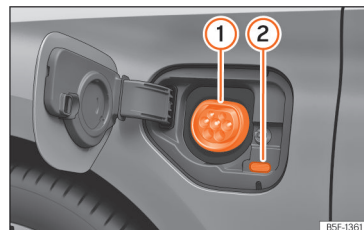

Abb. 59 Hinter der Batterieladeflappe vorn links: Ladedose.
» (Abb. 59)
• Drücken Sie bei entriegeltem Fahrzeug auf die Batterieladeklappe, um diese zu öffnen » (Abb. 59).